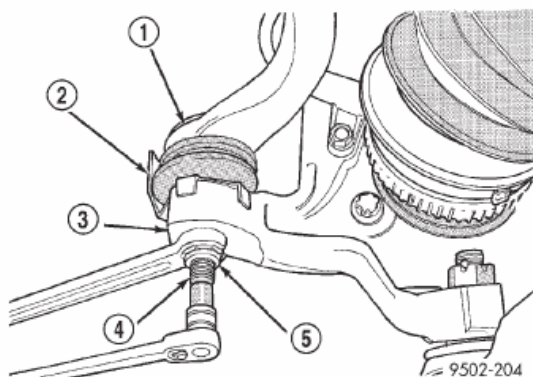

Fig. 7 Desmontaje de la tuerca de fijación del extremo de la barra de acoplamiento
(9) Retire la tuerca que fija el extremo externo de la barra de acoplamiento a la articulación de la dirección. **Retire la tuerca del extremo de barra de acoplamiento, mientras sostiene el espárrago de dicho extremo con una llave de cubo de 11/32 afloje y retire la tuerca de fijación (Fig. 7).**